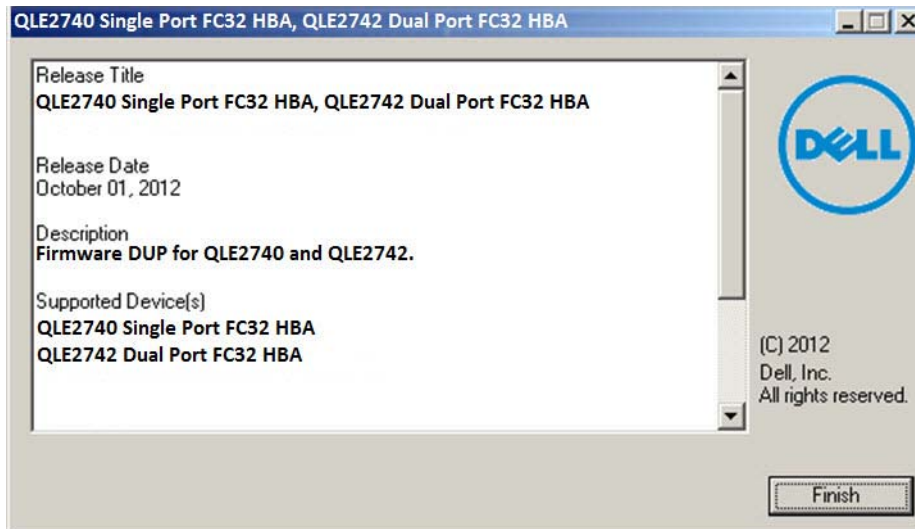

Figure 3-5. Terminer l'installation
4. Pour terminer l'installation, cliquez sur **Finish** (Terminer) (Figure 3-5).